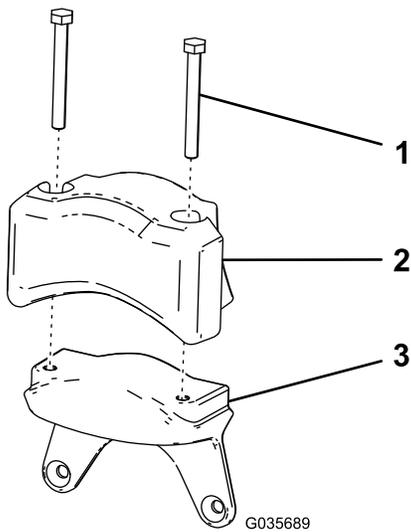

Figura 9
- Monte el contrapeso eléctrico y 2 tornillos de caperuzas (5/16" x 2³/₄") que retiró en el paso 5 de 2 Preparación de la unidad de corte (página 3) en el nuevo peso (Figura 9).